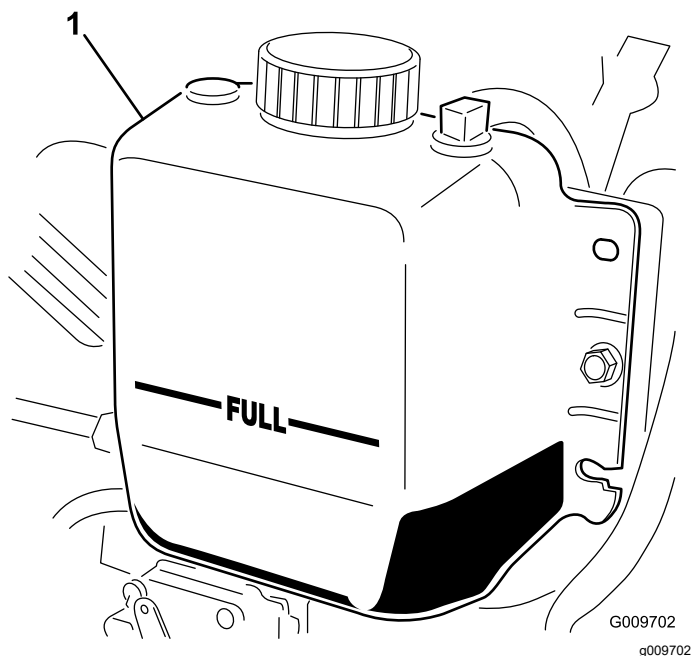

Figura 116
3. Verificați nivelul de lichid de răcire din radiator. Radiatorul trebuie umplut până la partea superioară a bușonului de umplere, iar rezervorul de expansiune trebuie umplut până la marcajul COMPLET (Figura 116).